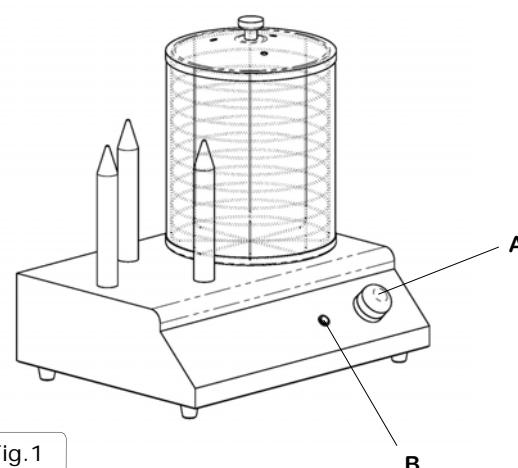

Fig.1
2. Faire pivoter le thermostat (A fig.1) jusqu'a le placer sur la température souhaitée. Le témoin lumineux s'allumera (B fig.1) et ne s'éteindra qu'une fois atteinte la température programmée.
1. Placer le thermostat (A fig.1) en position "0", et contrôler que la témoin lumineux de thermostat s'éteint (B fig.1).
2. Ruotare la manopola del termostato (A fig.1) fino ad indicare la temperatura desiderata. La spia di riscaldamento (B fig.1) si accenderà e si spegnerà al raggiungimento della temperatura fissata.
1. Ruotare la manopola del termostato (A fig.1) nella posizione "0", ed accertarsi che la spia di riscaldamento sia spenta (B fig.1).